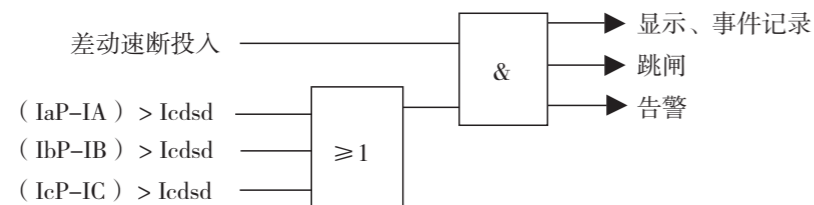

图16-2 差动速断保护逻辑框图
YZ100-CD(B)开入量、中央信号及出口信号回路原理图(附图16-2);
附图16-2: YZ100-CD(B) 开入量、中央信号及出口信号回路原理图